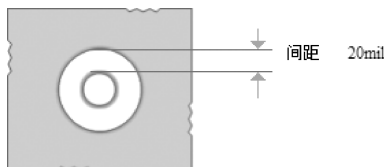

图 9-21 设置电源层安全间距规则
2) “Power Plane Clearance” (电源层安全间距规则)：用于设置通孔通过电源层时的间距，如图 9-21 所示为该规则的设置示意图，在该示意图中可以设置中间层的连接形式和各种连接形式的参数。通常，电源层将占据整个中间层，因此在有通孔 (通孔焊盘或者过孔) 通过电源层时需要一定的间距。考虑到电源层的电流比较大，这里的间距设置也比较大。